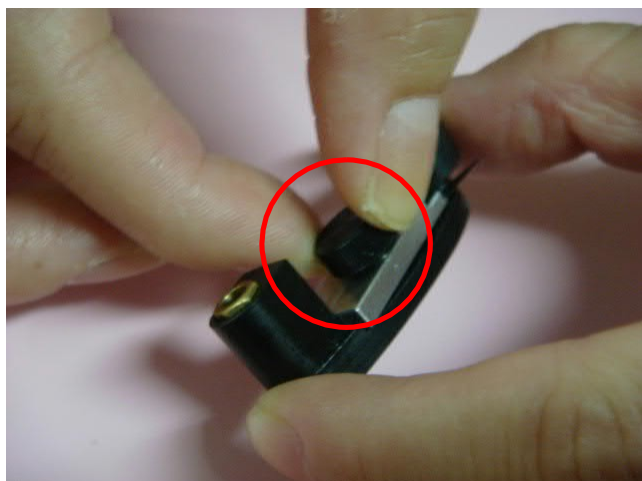
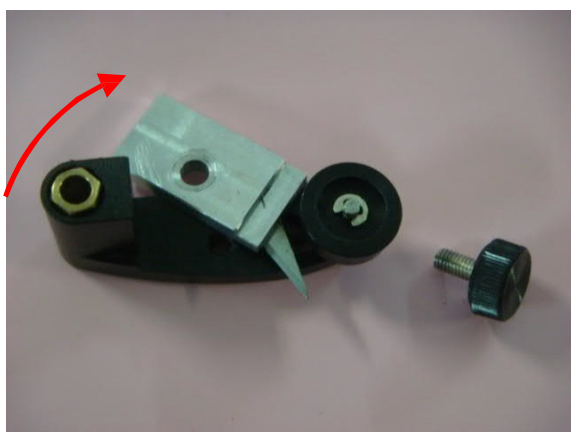

Рис. 2-42
Рис. 2-44
**Шаг 6** Снять винт блока отреза (рис. 2-42 и 2-43) и демонтировать фиксатор ножа отреза, потянув его вверх (рис. 2-44).